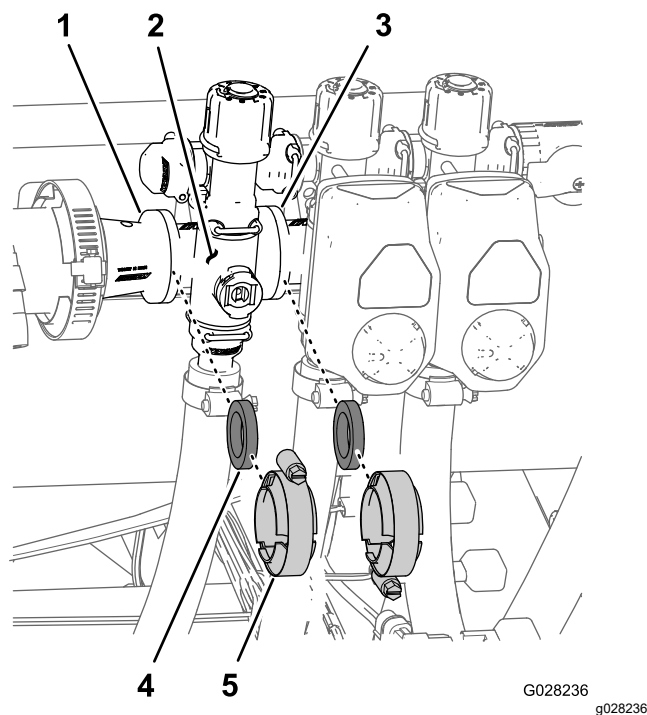

图 73
- 拆下将喷洒臂段阀歧管图 73 固定至相邻喷洒臂段阀如左喷洒臂段阀和异径管连接头的夹具和垫片。